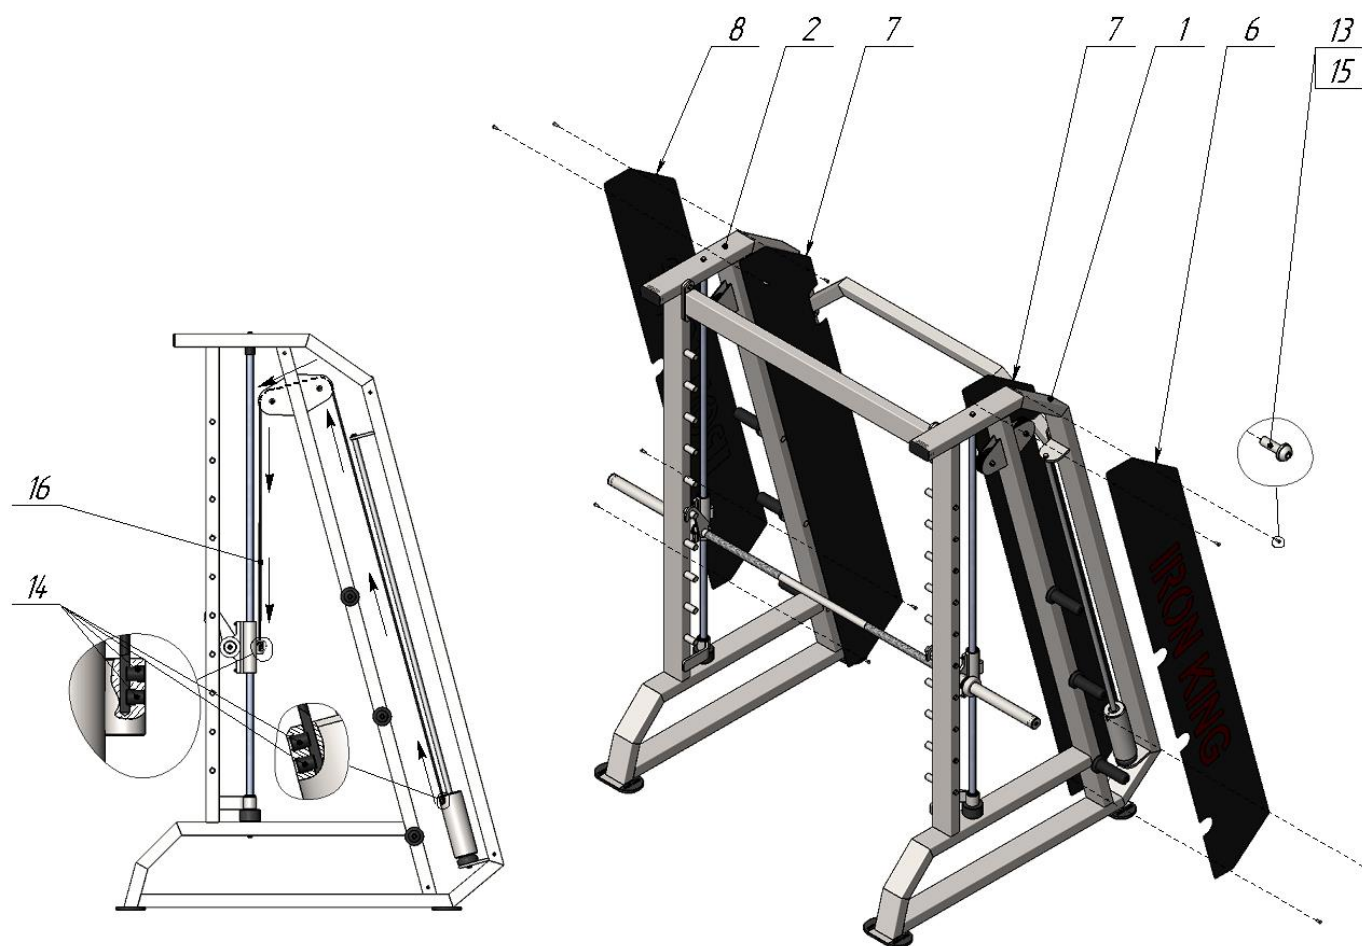

Рис.3
3. Один конец троса (16) вставьте в противовес, который изначально идет в комплекте с рамой; и затяните его двумя установочными винтами М10х12 (13), протяните трос согласно схеме; второй конец троса вставьте во втулку модуля и также затяните винтами М10х12 (13).
После установки троса с обеих сторон к рамам справа/слева (1,2) прикрутите облицовочные пластины: наружная справа (6), внутренняя (7), наружная слева (8); комплектом крепежа: винт с полукруглой головкой М6х20 (12), шайба D6 (14) (рис.3).